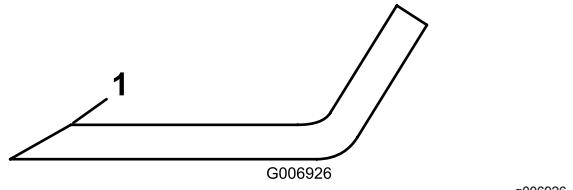

Figura 74
- Inspeccione los filos de corte de todas las cuchillas. Afile los bordes de corte si están romos o tienen mellas; afile únicamente la parte superior del filo y mantenga el ángulo de corte original para asegurar un afilado correcto (Figura 74).